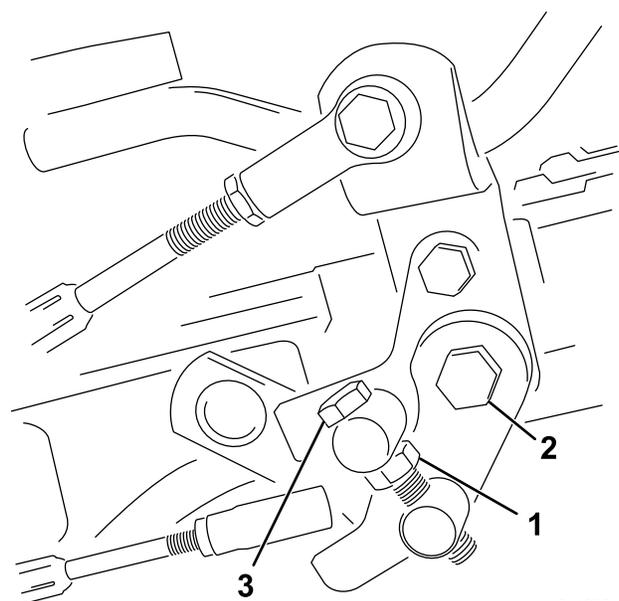

Рисунок 46
4. Чтобы зафиксировать регулировку, затяните контргайку на болте цапфы и гайку на шарнире педали (Рисунок 46). Проверьте регулировку и при необходимости повторите ее.
1. Ослабьте контргайку на болте цапфы (Рисунок 46).